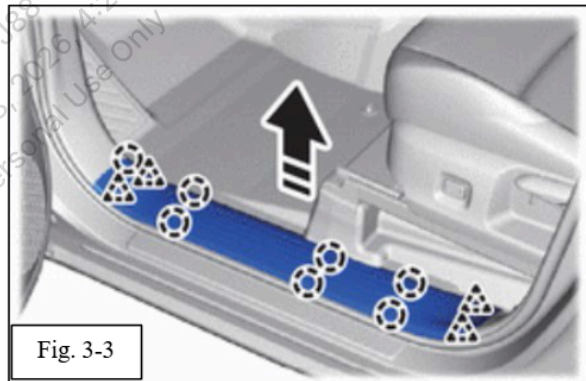

Fig. 3-3
- (d) Remove the LH front door scuff plate (Fig. 3-3).